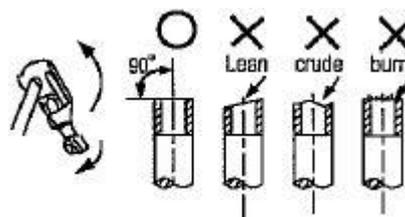

Fig. 7-5
- Tagliare il tubo. (Vedere la Fig. 7-5)